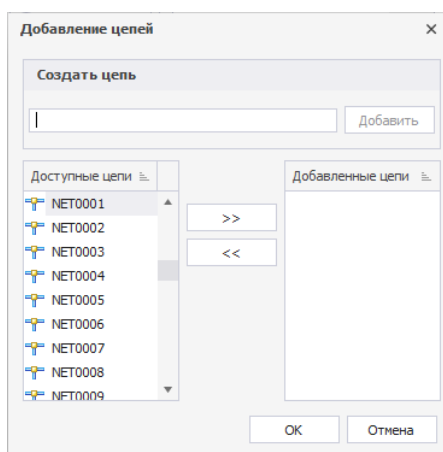

Рис. 166 Окно «Добавление
3. Нажать кнопку «Добавление цепей» — , после чего на экране отобразится окно «Добавление цепей», см. Рис. 166.